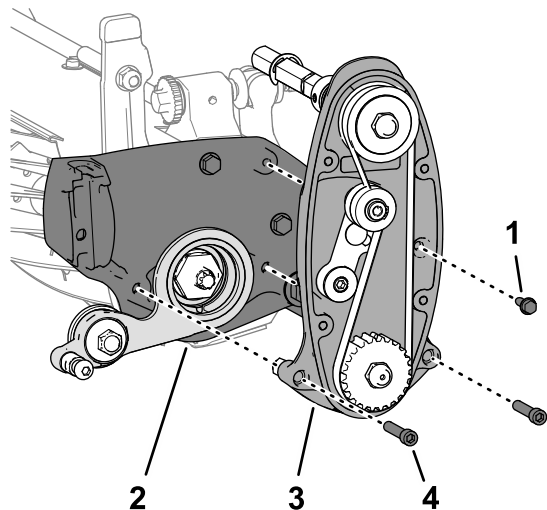

Figura 17
1. Alinee el conjunto tensor con la unidad de corte como se muestra en la Figura 17.
2. Monte el conjunto tensor y la transmisión del molinete en la unidad de corte (Figura 17) con los 2 tornillos allen (5/16" x 1 1/2") y las contratuercas (5/16") que retiró en 3 Retirada de la transmisión del molinete (página 5).
3. Monte la transmisión del molinete en la unidad de corte (Figura 17) con el tornillo con arandela prensada (1/4" x 3/4").